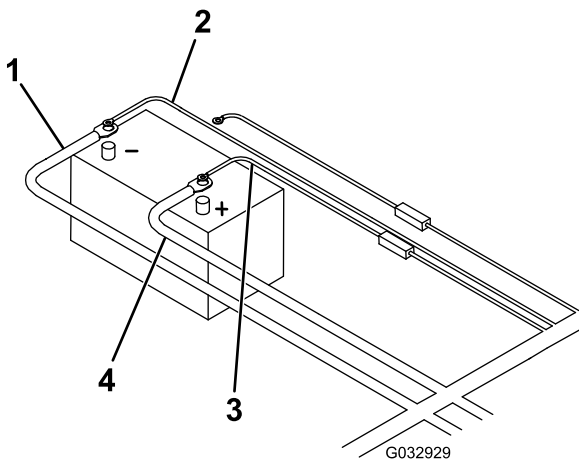

Figure 18
23. Reliez le câble d'alimentation/de masse noir à la borne négative (-) de la batterie (Figure 18).
24. Reliez le fil marron à la borne négative (-) de la batterie (Figure 18).
25. Branchez l'extrémité libre du câble de batterie à la borne positive (+) de la batterie (Figure 18).
26. Branchez le fil rouge protégé par fusible à la borne positive (+) de la batterie (Figure 18).